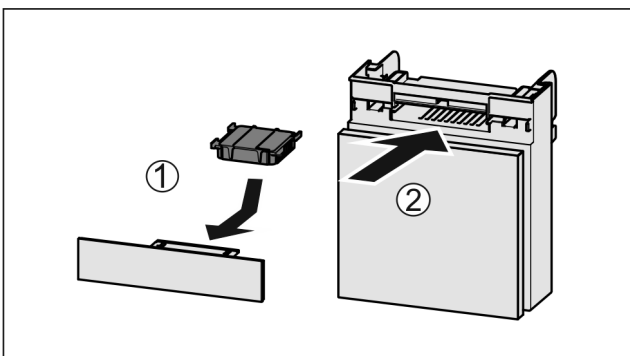

Fig. 46
- ▶ Aktivkohlefilter nach Abbildung einsetzen Fig. 46 (1).
- ▶ Fach einschieben Fig. 46 (2).